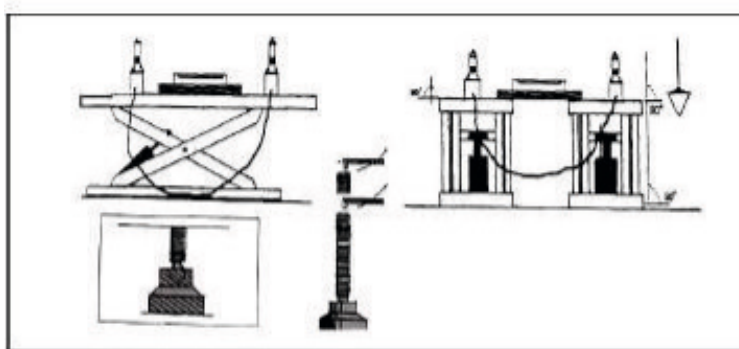

Fig 23
- Vérifier que les plates-formes gauche et droite sont de niveau latéralement et longitudinalement à l'aide d'un tuyau de mise à niveau transparent ou d'un indicateur de niveau (Fig. 23).